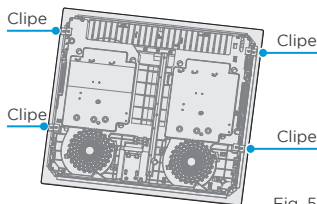

Fig. 5
5. Os clips de fixação podem ser ajustados para atender algumas espessuras de base de instalação (Fig. 5, 6 e 7).